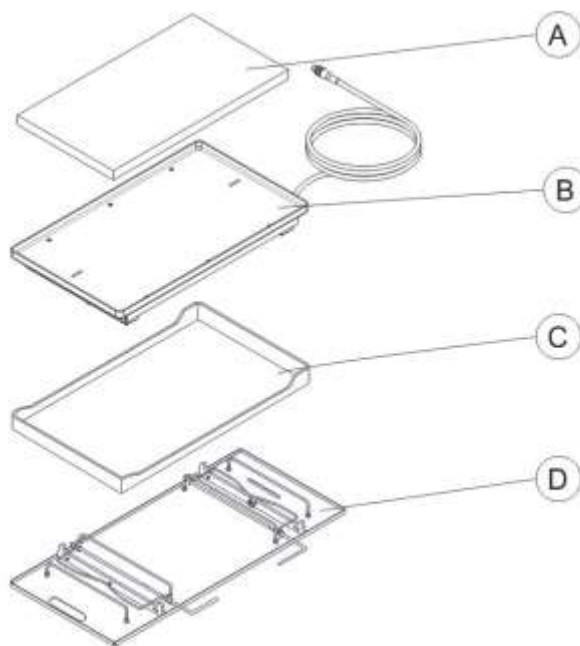

Figura 91 – Instalação da balança
1. O Colchão (A) deve ser colocado sobre a balança da bandeja (B) que deverá ser colocada sobre a bandeja onde estava posicionado o colchão (C), após isso posicionar todo o conjunto sobre a plataforma da incubadora (A). Ver figura 91.